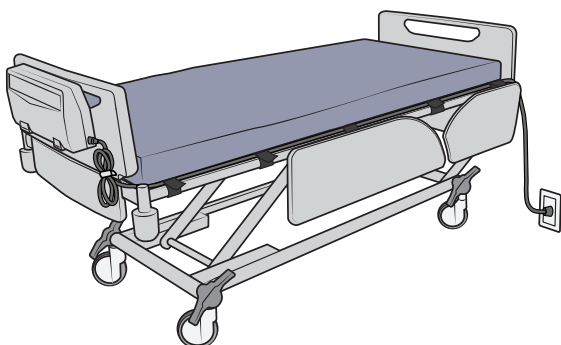

Figure 16
4. Placer le câble d'alimentation dans les passe-câbles situés de l'autre côté de la tubulure de la pompe et de l'unité CPR. Fixer le câble à l'aide des cinq passe-câbles et des clips de fixation. On peut utiliser le câble d'attache magique pour disposer de l'excès de câble au garde-pieds du lit. Voir fig. 16.